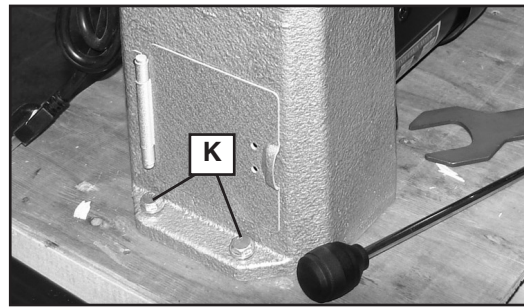

Fig. 1
Boulonner le tour au moyen des quatre vis à tête hexagonale de 3/8 po (non fournies) insérées dans les quatre trous pratiqués dans la base du tour, dont deux sont montrés en (K), fig. 1.